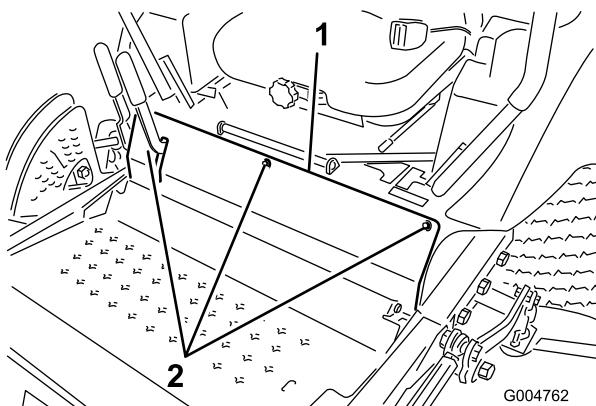

Figura 64
3. Retire os parafusos que fixam o painel dianteiro e retire o painel (Figura 64).